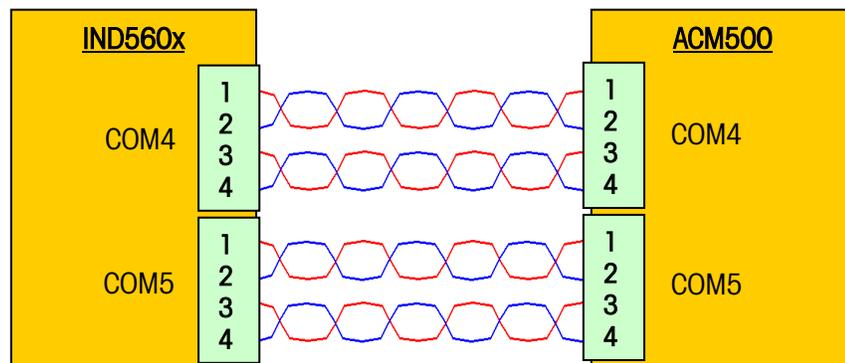

Figura 3-12 Cableado de interfase serial I.S.
4. Siga las conexiones de cableado que se muestran en la Figura 3-12 y en la Tabla 3-3. Consulte la Figura 3-11 para identificar las posiciones de la terminal. Mantenga el cableado interno lo más corto que sea práctico.
6. Siga las conexiones de cableado que se muestran en la Figura 3-12 y en la Tabla 3-3. Consulte la Figura 3-11 para identificar las posiciones de la terminal. Mantenga el cableado interno lo más corto que sea práctico.